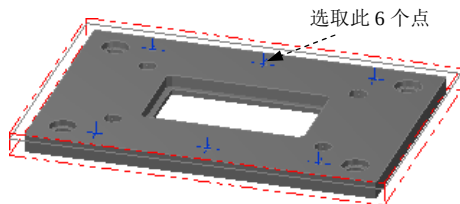

图 2.21 定义钻孔点
Step1. 选择下拉菜单**刀具路径(T)** → **钻孔(D)...**命令，系统弹出“选取钻孔的点”对话框，选取图2.21所示的圆的中心点（共6个）为钻孔点，然后单击**✓**按钮，完成排序方式的设置。